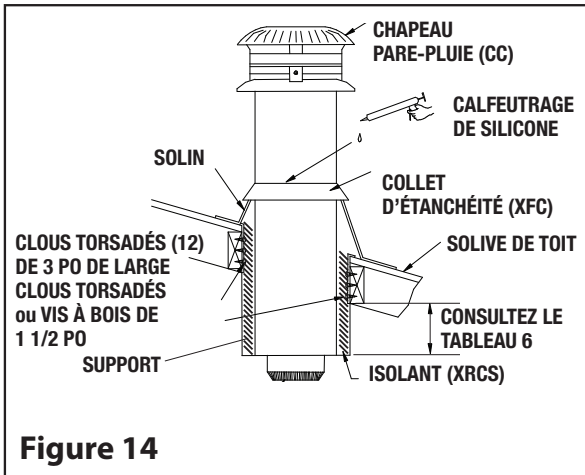

Figure 14
Étape 1 : Placez la cheminée dans un endroit pratique aussi proche que possible de la sortie de l'appareil. Découpez et encadrez un trou dans le toit pour le support. Les côtés de ce trou doivent être verticaux. (voir Figure 14)